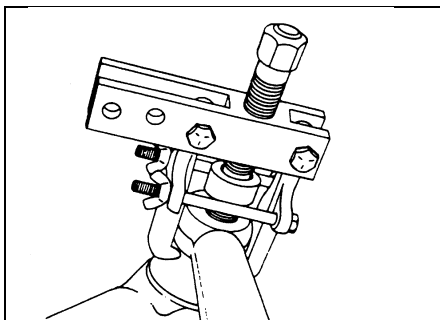

Рисунок 14. Отсоединение шарового пальца.
1. Снимите шплинты (11).
2. Отверните гайки (12).
3. Отсоедините наконечники поперечных рулевых тяг от поворотных рычагов (10) (рисунок 14).